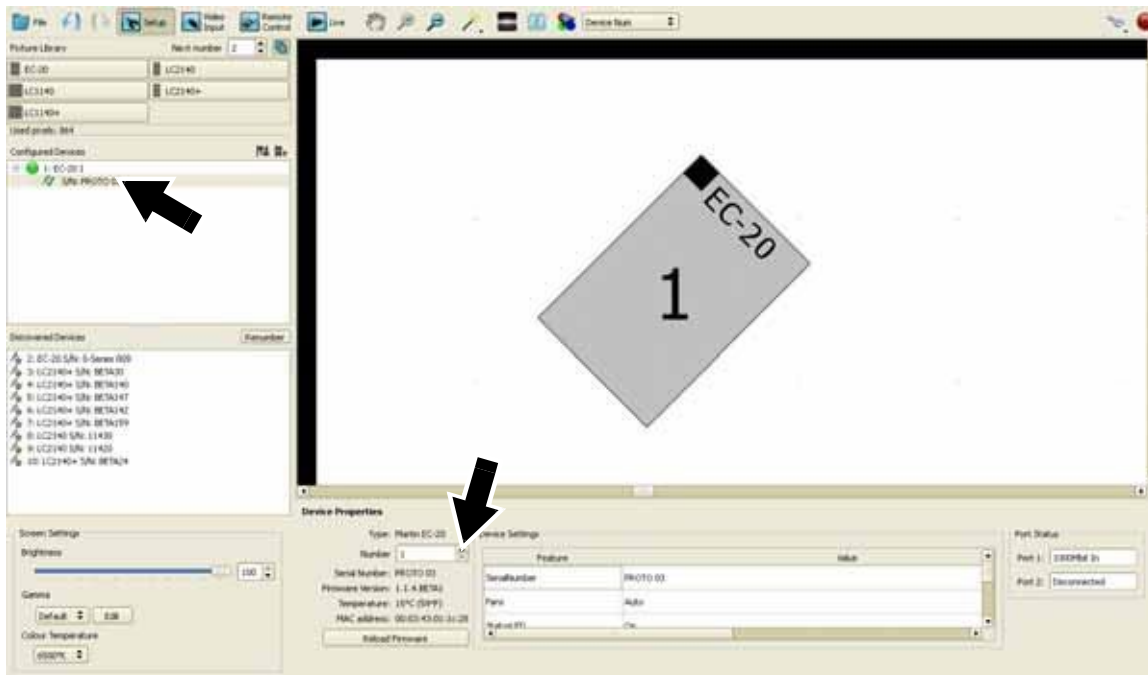

Рисунок 23: Device Properties для устройств, прошедших конфигурацию
3. См. рисунок 23. Если какие-либо панели указаны в списке **Configured Devices**, нажать на символ «плюс» рядом с каждой панелью, чтобы увидеть серийный номер каждой панели (отмечен стрелкой), затем нажать на каждый серийный номер панели для выбора физической панели. Каждый раз при выборе серийного номера физической панели внизу окна Setup будут появляться **Device Properties** (**Свойства устройства**).
4. См. рисунок 23. Убедиться, что каждая панель имеет верный адрес экрана для своего положения в установке, сверившись по номерам адресов в установке на экране. Если отображается неверный адрес панели, ввести верный адрес экрана в окне **Number (Home)** (отмечено стрелкой) в **Device Properties**. Адрес экрана панели теперь должен точно соответствовать своему положению в фактической установке.